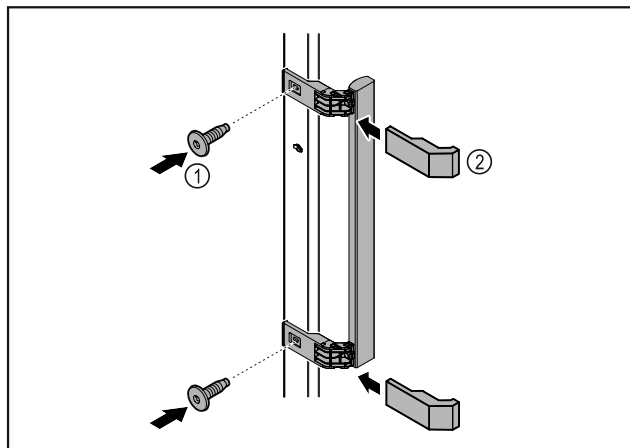

Fig. 49
- Montare sulla porta la maniglia contenuta nella confezione con le viti annesse Fig. 49 (1).
- Applicare la copertura Fig. 49 (2).